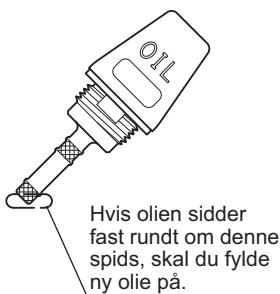
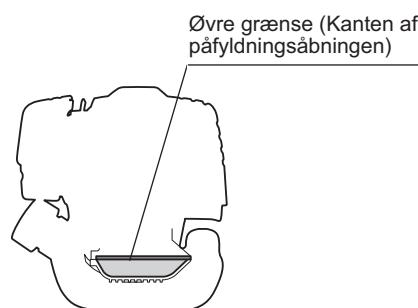

Fig. 1
Fig. 2
Når der mangler olie på maskinen, sådan at oliemålerpinden kun rører ved olie med spidsen, især med oliemålerpinden indsæt i krumtaphuset uden iskruning (Fig. 1), påfyldes ny olie til op i nærheden af åbningen (Fig. 2).
(1) Hold motoren vandret og fjern oliemålerpinden.
(2) Fyld olie op til kanten af oliepåfyldningsåbningen. (Se Fig. 2).